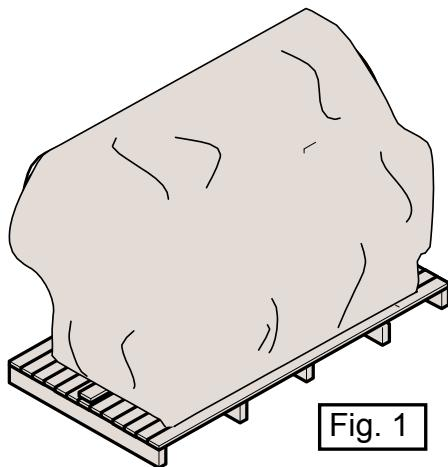

Fig. 1
Le soulèvement de l'emballage doit être effectué en enfilant complètement les fourches de l'élévateur dans l'espace compris entre les pieds de la palette, pour répartir le poids de l'appareil de façon à maintenir le barycentre de l'emballage équilibré (Fig.1-A). Ne pas renverser l'appareillage.
Avant d'insérer les fourches de l'élévateur, vérifier qu'elles couvrent toute la profondeur de l'emballage (Fig. 1-B). En cas contraire, installer des rallonges adaptées.
- ◆ Socle ou palette (fig. 1)